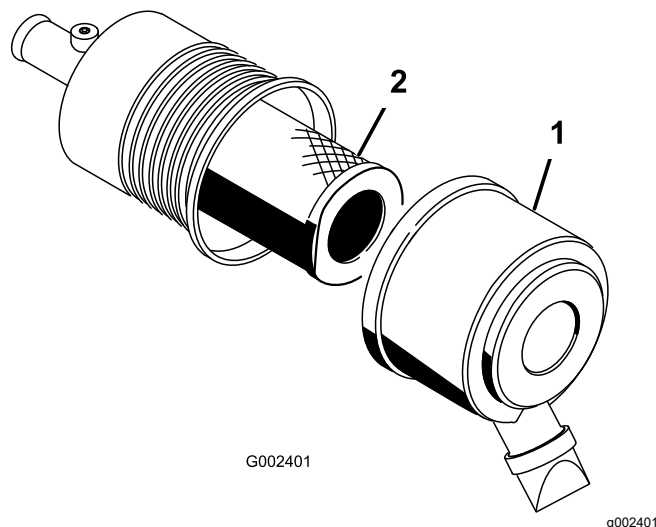

Figura 55
2. Rilasciate i fermi che fissano il coperchio del filtro dell'aria al relativo corpo (Figura 55).
3. Togliete il coperchio dal corpo del filtro dell'aria (Figura 55).
5. Togliete il filtro e sostituitelo (Figura 55).